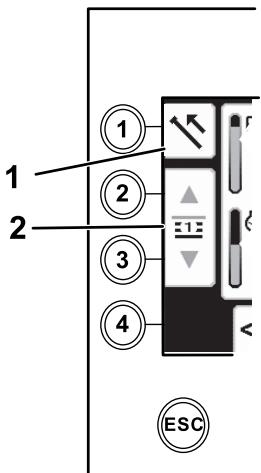

Figura 13
1. Pressione o botão 1 para selecionar a opção de recuo do hasteamento (Figura 13).
2. Pressione os botões 2 e 3 para selecionar a fileira na qual a haste deve ser inserida (Figura 13).